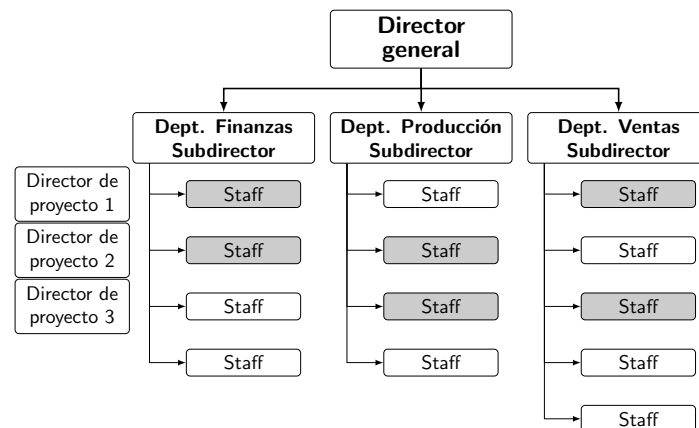

Figura 1.5: Ejemplo de organización matricial
- **Matriciales.** Cada vez con mayor frecuencia, los proyectos implican y afectan a muchas áreas funcionales de una organización. Como resultado, el personal de estas diferentes áreas debe trabajar conjuntamente para llevar a cabo con éxito el trabajo del proyecto. La estructura organizativa matricial combina elementos de las estructuras funcional y proyectizada para facilitar la participación receptiva y eficaz de personas de distintas partes de la organización en proyectos que requieren de sus conocimientos especializados. Como muestra la Figura 1.5, en una estructura organizativa matricial, se asignan personas de distintas áreas de la organización para trabajar en proyectos. Los jefes de proyecto dirigen la realización de las actividades del proyecto, mientras que los supervisores directos de las personas (de los departamentos de finanzas, producción y ventas) realizan tareas administrativas, como la evaluación formal del rendimiento de las personas y la aprobación de ascensos, aumentos salariales o solicitudes de permisos. Dado que una persona puede estar en un proyecto menos del 100 % de su tiempo, puede trabajar en más de un proyecto a la vez.